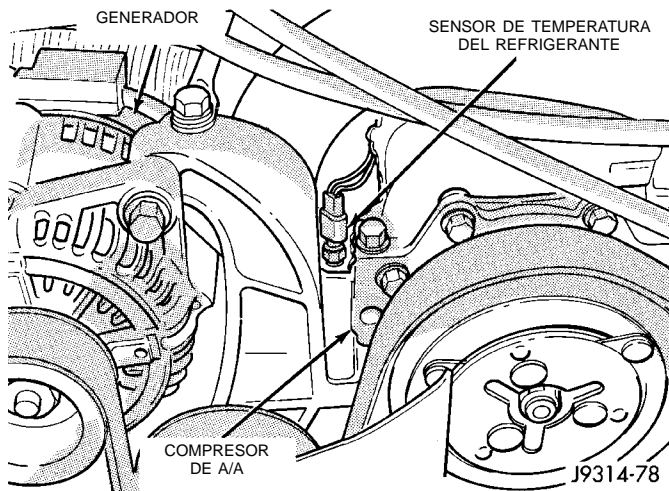

Fig. 87 Sensor de temperatura del refrigerante del motor—Motor de 5.2L/5.9L
(1) Drene parcialmente el sistema de refrigeración. Consulte el Grupo 7, Sistema de refrigeración.
(2) Desconecte el conector eléctrico del sensor (Fig. 87).
(4) Retire el sensor del tubo múltiple de admisión.